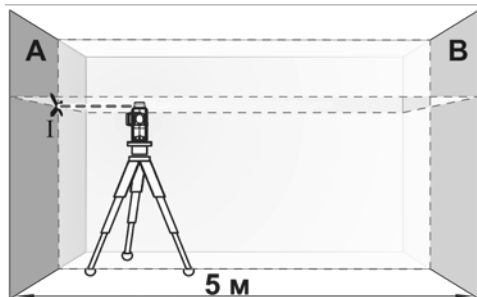

Рисунок 4
3.7.2 Спрямуйте лазерну проекцію на ближчу стіну «А» та зачекайте, поки вона автоматично вирівнюється. Позначте точку, в якій лазерні лінії перетинаються на стіні (точка «I», рисунок 4).